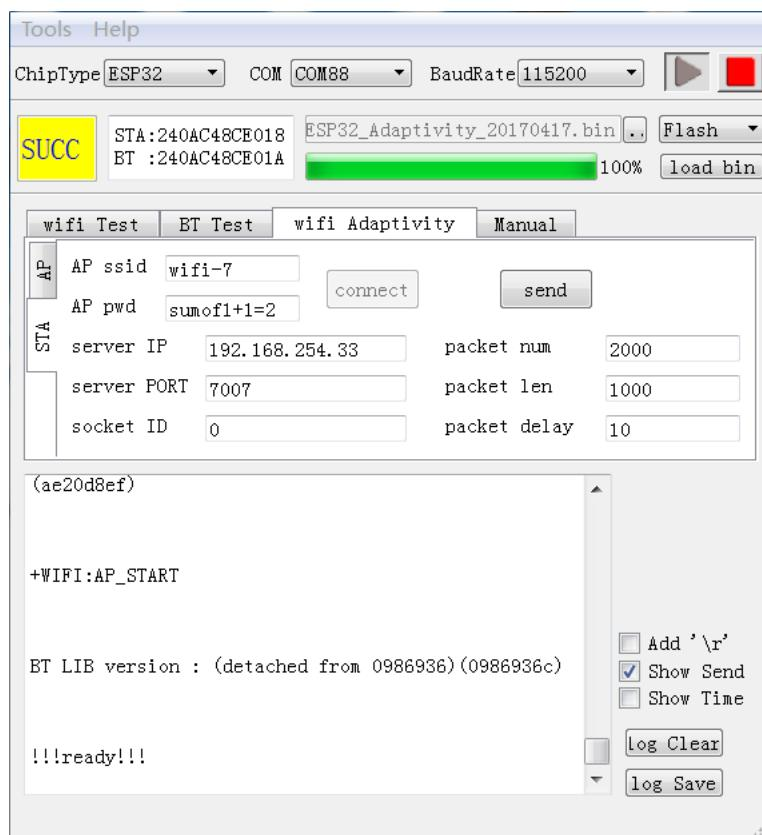

图 7-1. STA 自适应测试模式
- 选定“*wifi Adaptivity*”, 针对产品作为 station, 选择的界面如图 7-1。